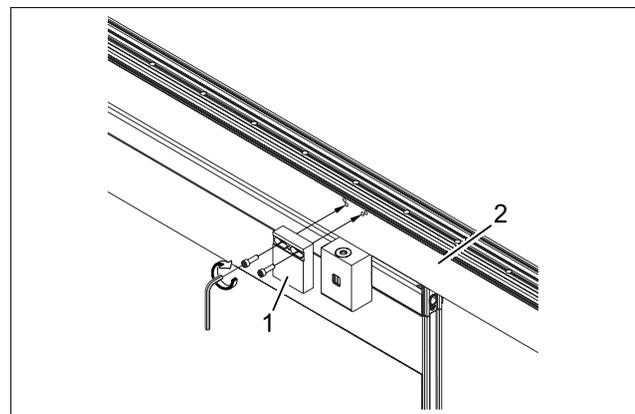

Abb. 38 Feststeller-Oberteil montieren
2. Feststeller-Oberteil (Abb. 38/1) gemäß der Anlagenzeichnung an die Laufschiene (Abb. 38/2) montieren.